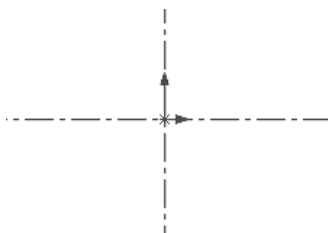

图 5.2 绘制中心线
(1) 绘制中心线。
① 选择命令。选择下拉菜单 **工具(T)** → **草图绘制实体(E)** → **中心线(C)** 命令。
② 绘制中心线。绘制经过原点的水平和竖直中心线(两条中心线都是无限长的),结果如图 5.2 所示。